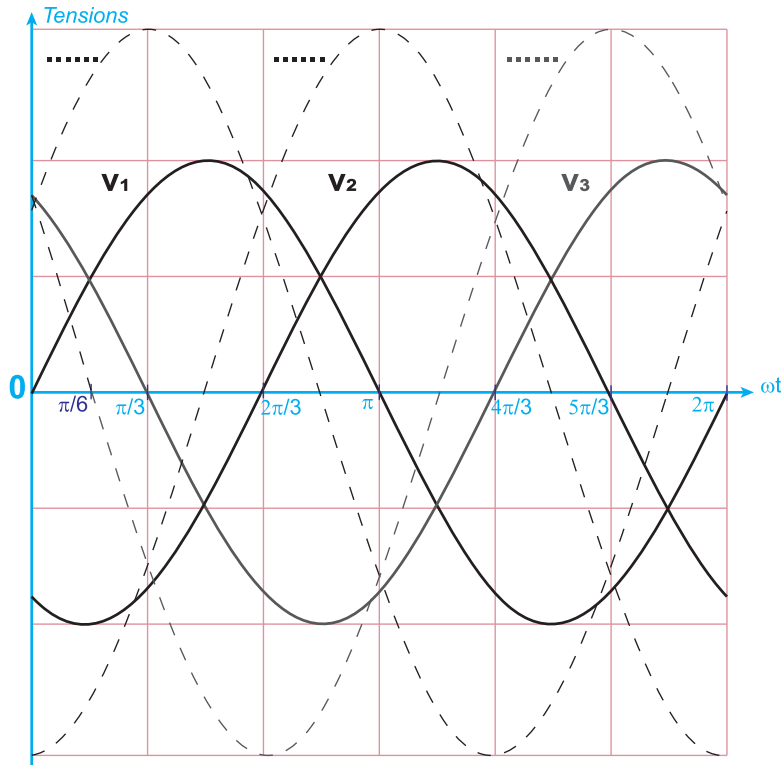

Figure 8
2.2. Identifier sur la figure 8 les tensions composées u_{12} , u_{23} et u_{31} puis déterminer le déphasage entre: